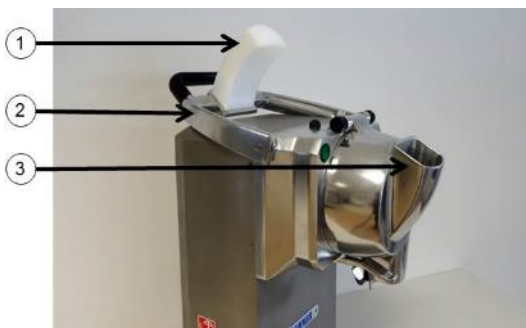
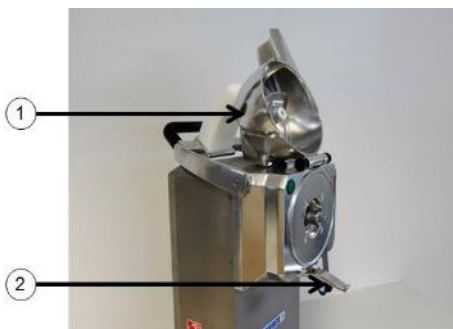

Abbildung 5: Käseibe HLR mit Schwenkhebel (2) zurückgeklappt
Abbildung 6: Käseibe HLR mit Reibgehäuse (1) zurückgeklappt
Öffnen Sie das Reibgehäuse indem Sie den Verschlusshebel (2) in Abbildung 5 nach unten drücken. Schwenken Sie das Reibgehäuse (1) in den oberen Anschlag.
Nun kann der passende Reibkorb (1) in Abbildung 6 aufgesetzt oder gewechselt werden.
Es ist darauf zu achten das der Reibkorb (1) in Abbildung 6 sauber auf der Nabe (2) in Abbildung 6 aufgesetzt wird. Nun kann das Reibgehäuse (1) in Abbildung 5 geschlossen werden, hier ist darauf zu achten das ein deutliches Einrasten des Verschlusshebels (2) in Abbildung 5 zu hören ist. Nun kann der Schwenkhebel (2) in Abbildung 4 nach vorn geklappt werden, und der Stößel (1) in Abbildung 4 sollte ohne widerstand in die Einfüllöffnung (3) in Abbildung 4 passen.